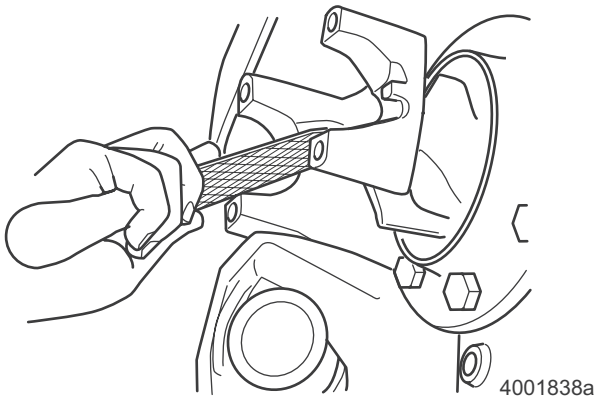

Figura 3.2
4. Inspeccione todas las superficies de los orificios de los yugos en cruz y roscas cuanto a daños. Retire rebabas de metal o rozados con una lima de dientes finos o un paño de lija. Figura 3.2.